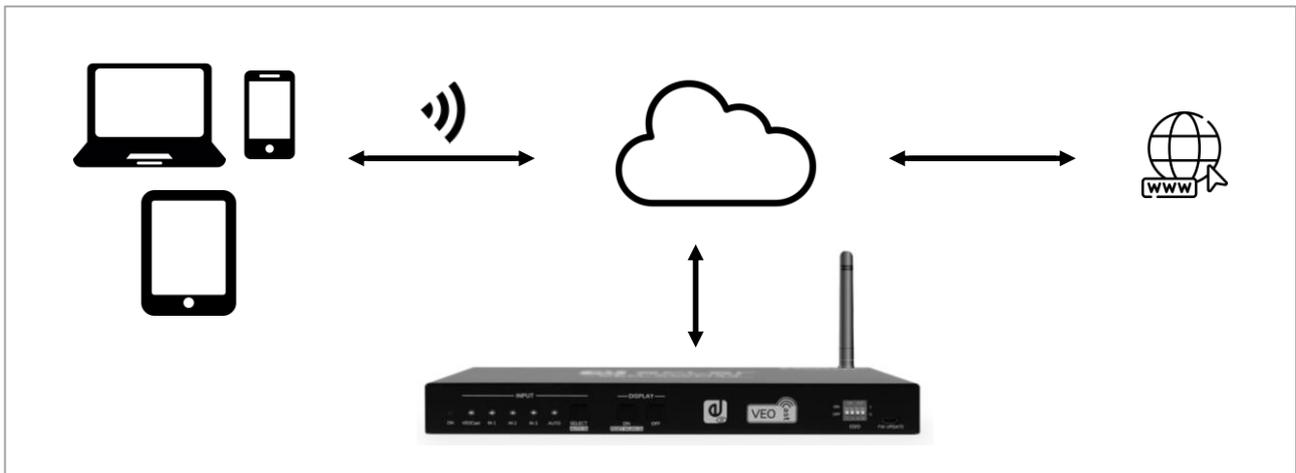

Figura 5
- **Conectar el equipo fuente y el VEO-SWM44 a la misma red:** en este escenario, el equipo fuente puede “ver” y enviar contenido al VEO-SWM44 de manera inalámbrica y además navegar por internet indistintamente, siempre que la red común tenga acceso a ella (Figura 5).